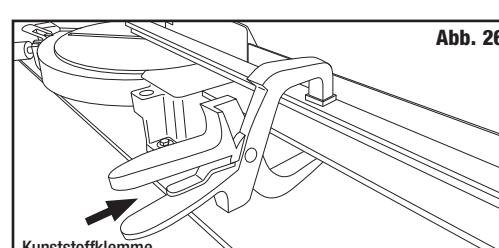

Abb. 26
- Für zusätzliche Sicherheit können Sie Kunststoffklemmen verwenden. (Abb. 26)